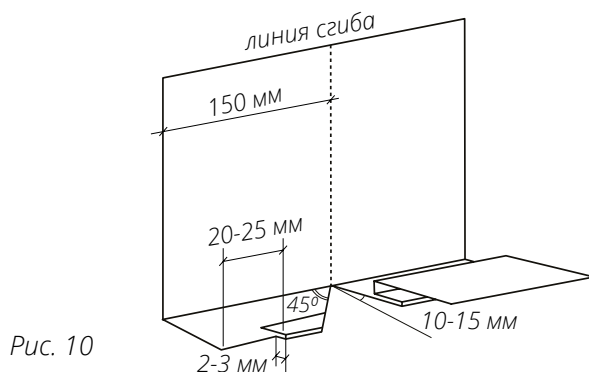

Рис. 10
- Для подготовки J-фаски к повороту отметьте линию сгиба планки на повороте в 150 мм от края (рис. 10).